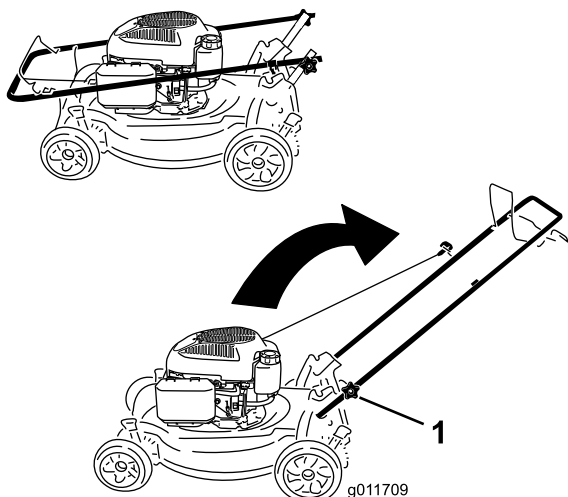

Рисунок 3
1. Ослаблены маховички на рукоятке (Рисунок 3).
3. Затяните маховички на рукоятке (Рисунок 3).